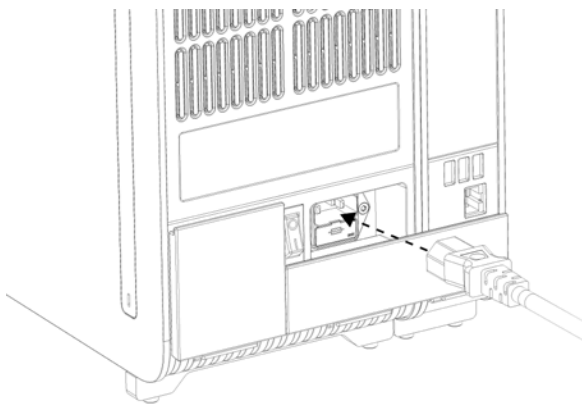

Figura 20. Conectarea cablului de alimentare.
8. Conectați cablul de alimentare livrat împreună cu QIAstat-Dx Analyzer 1.0 în partea din spate a modului analitic inițial (Figura 20).